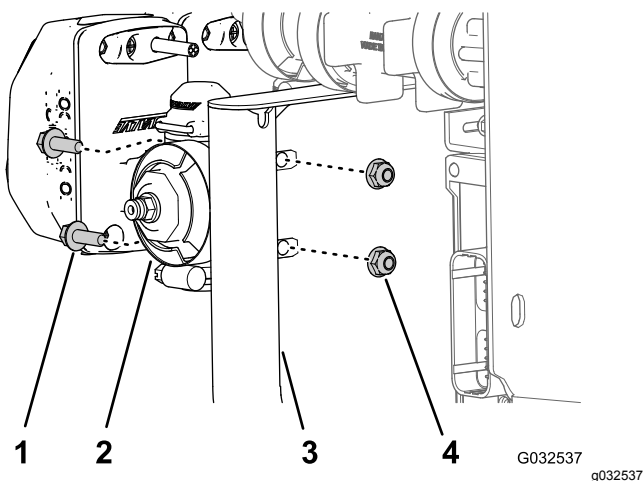

Figura 92
- Monte la válvula de boquilla 10 al soporte de las válvulas (Figura 92) con los 2 pernos con arandela prensada (1/4" x 3/4") y las 2 contratuercas con arandela prensada (1/4") que retiró en el paso 2 de Desmontaje de las válvulas de sección de los brazos del soporte del distribuidor (página 29).